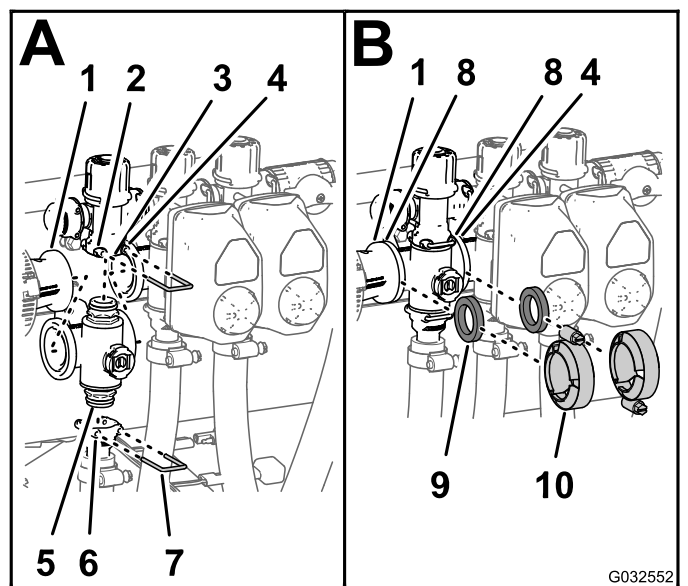

Figure 110
1. Insérez le raccord d'embout supérieur de la valve de collecteur dans le raccord de dérivation (A de Figure 110).
la douille du raccord de dérivation (A de Figure 110).
3. Montez le raccord de sortie sur le raccord d'embout inférieur de la valve de collecteur (A de Figure 110).
4. Fixez le raccord d'embout au raccord de sortie en insérant un étrier de fixation dans la douille du raccord de sortie (A de Figure 110).
5. Placez joint entre les brides de l'accouplement réducteur et du collecteur de vanne de section (B de Figure 110).
6. Montez l'accouplement réducteur, le joint et le collecteur de vanne de section avec un collier serré à la main (B de Figure 110).
7. Si vous montez les 2 vannes de section gauches, placez un joint entre les brides des 2 collecteurs de vanne de section adjacentes (B de Figure 110).
8. Montez les 2 collecteurs de vanne de section adjacentes et le joint avec un collier serré à la main (B de Figure 110).